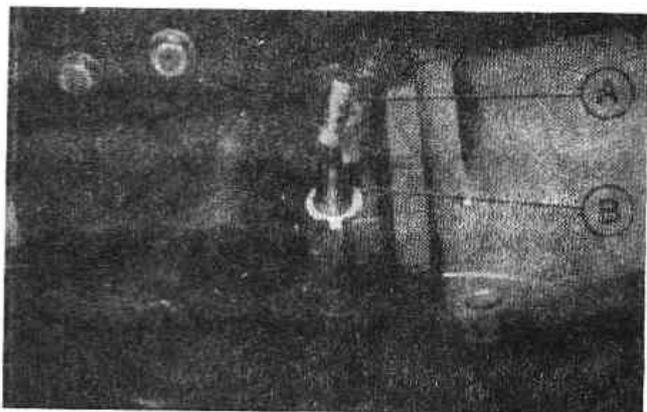

Рис. 10.25. Снимите стопорное кольцо (B) и извлеките трос спидометра (A) (Разд.40)
1. *Механическая коробка передач:* При помощи щипцов для стопорных колец удалите под машиной стопорное кольцо, крепящее трос спидометра к хвостовику коробки передач и отсоедините трос спидометра (Рис.10.25).